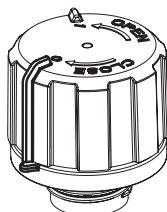

Fig.4
- Genom att vrida huven ytterligare medurs i pilens riktning CLOSE, erhålls positionen för stängt läge: markeringen på huven märkt med 0 är i linje med markeringen på den gängade delen (Fig. 4).